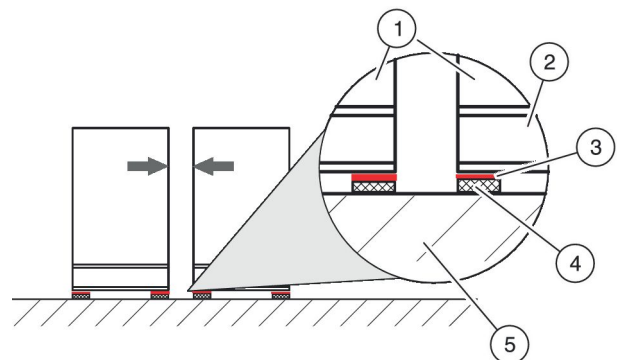

Abb. 14: Geräteverbindung bei schwingungsdämpfender Aufstellung
Die Positionierung der Bauteile (Abb. 14 /1) auf einem Untergrund mit hohem Reibungskoeffizienten (z. B. Kautschuk- oder Elastomerplatten (Abb. 14 /4)) wird durch Gleitbleche (Abb. 14 /3) erheblich vereinfacht.
- ▶ Die kundenseitigen Gleitbleche (Abb. 14 /3) unter die Gerätegrundrahmen (Abb. 14 /2) der einzelnen Bauteile (Abb. 14 /1) positionieren.